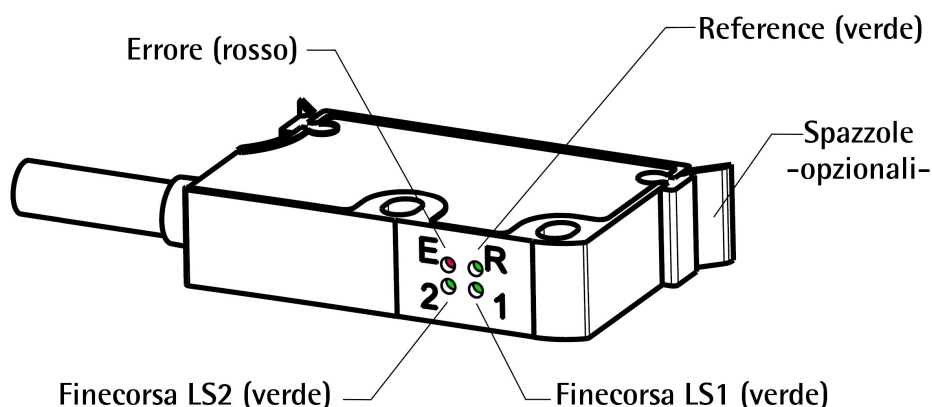

Figura 10 - LED di diagnostica e spazzole opzionali
4.9 LED di diagnostica (Figura 10)
Elenchiamo di seguito le cause tipiche di malfunzionamento riscontrabili durante l'installazione o l'uso del sistema di misura lineare magnetico. Riferirsi anche alla sezione "4.9 LED di diagnostica (Figura 10)" a pagina 26.